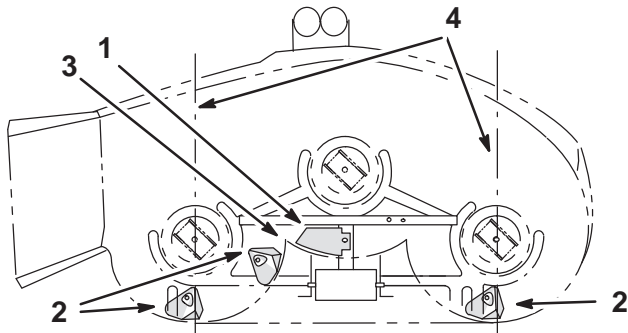
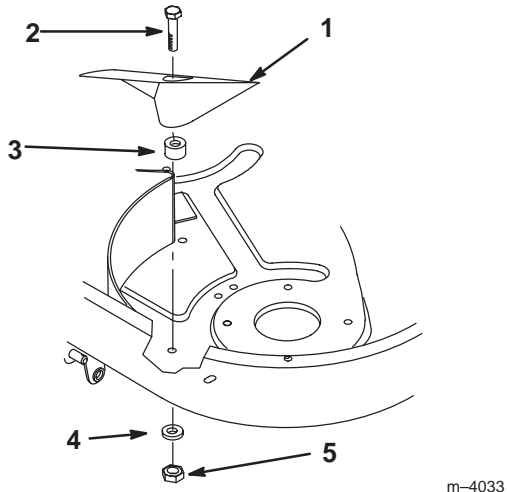

Figure 13
Figure 14
1. Placez la plaque “kicker” en position (Fig. 13).
3. Montez les déflecteurs “kickers” (Fig. 13) et fixez-les à l’aide de 3 boulons (5/16 x 1 pouce), entretoises, rondelles plates et contre-écrous (Fig. 14).